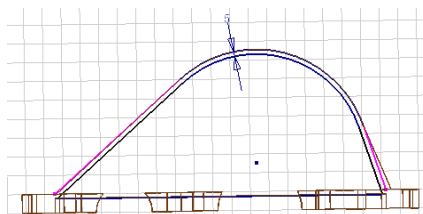

图 9-74 绘制拉伸的草图
②在这个工作平面上新建草图，单击【草图】标签栏【绘图】面板的【投影几何图元】工具按钮，将箱盖轮廓投影到草图中，然后单击【草图】标签栏【绘图】面板上的【偏移】工具按钮，将投影曲线偏移一定的距离，然后选择【直线】工具，将投影并且偏移得到的曲线首尾相连成为一个封闭的图形，并选择【尺寸】工具为其标注，如图 9-74 所示。